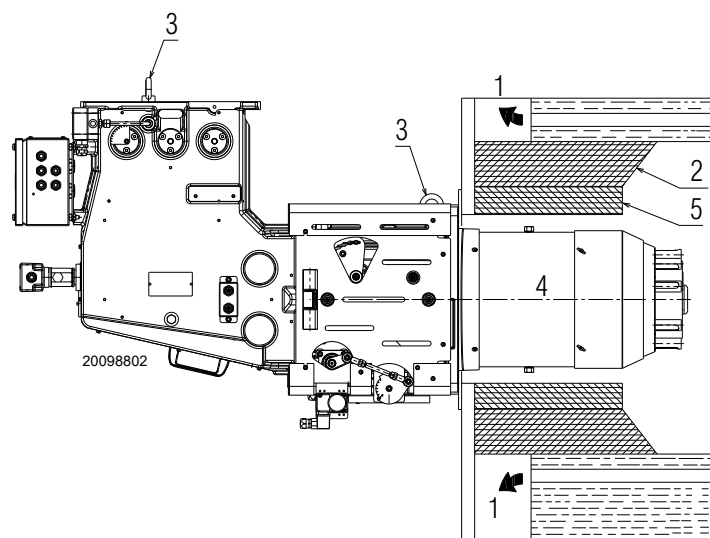

图 15
但此防护炉衬不能影响燃烧筒的拆卸。如果锅炉有前水冷壁，则不需要耐火炉衬 2)-5)(图 15)，除非锅炉制造商明确要求这样做。
- 将隔热垫 (标准配置) 套到燃烧筒 4)(图 15) 上。